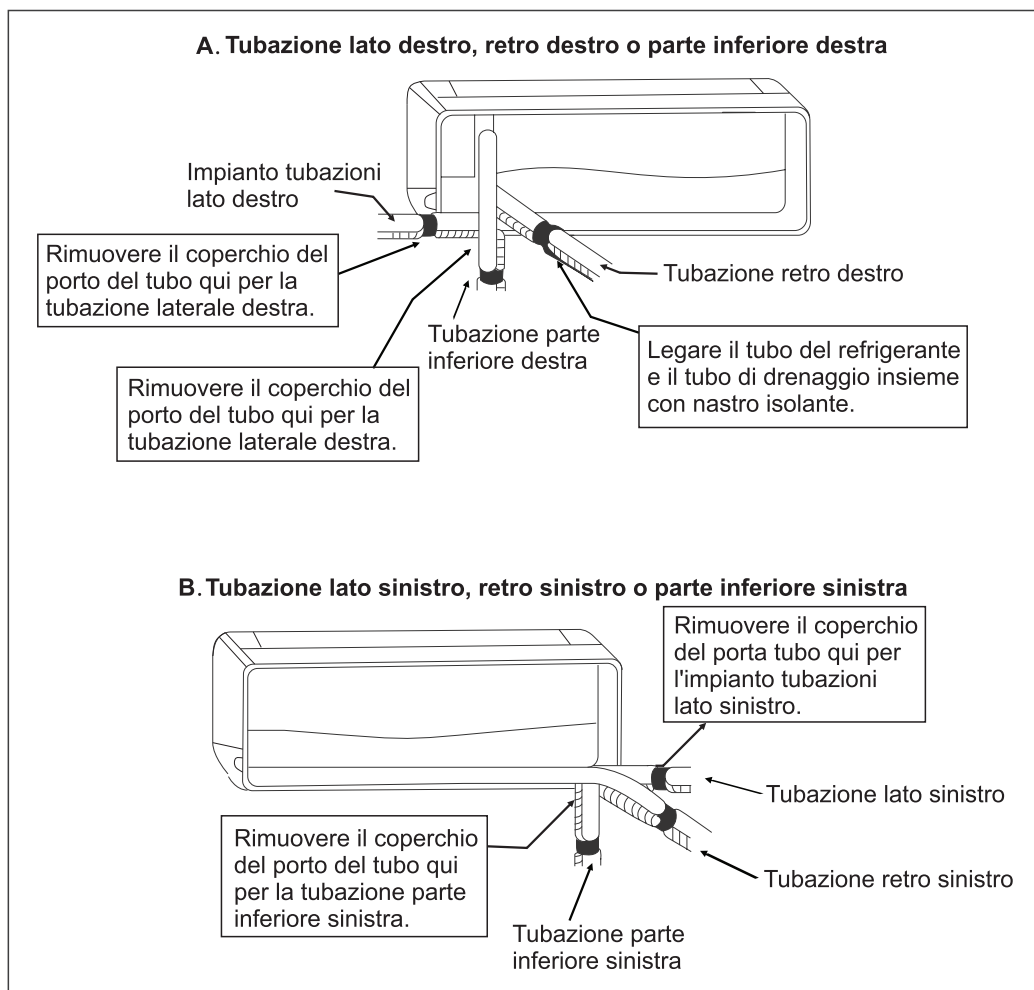

Fig 1
3. Avvolgere il cavo inter-unità, i tubi del refrigerante e il tubo di drenaggio insieme con nastro isolante. (vedi Fig. 1)